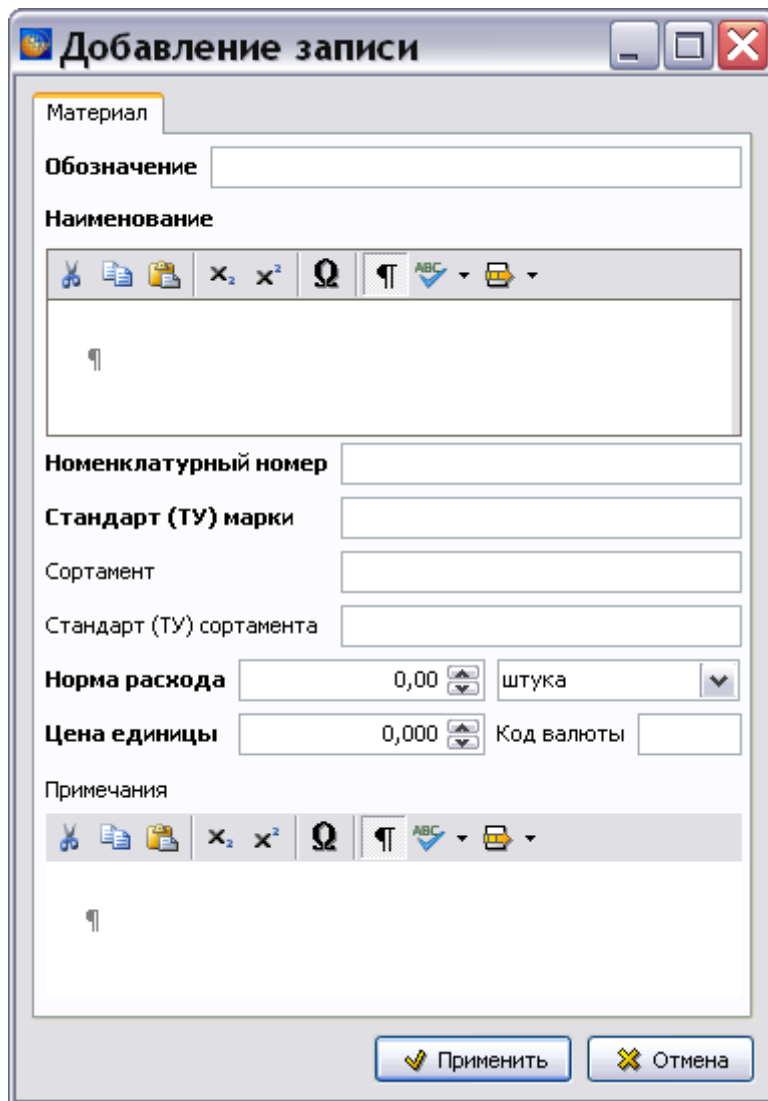

Рис. 11.5
2. Нажмите на кнопку **Добавить**  на инструментальной панели нижнего окна. После этого появится окно **Добавление записи** (Рис. 11.5).